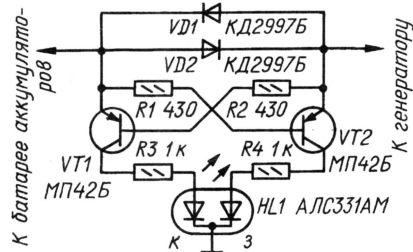

Рис. 1
Автомобили, оборудованные вольтметром, легко дополнить простым устройством, позволяющим индицировать направление тока на участке между генератором и аккумуляторной батареей. Принципиальная схема индикатора показана на рис. 1. Устройство состоит из датчика направления тока (диоды VD1, VD2), транзисторных переключателей (VT1, VT2) и светодиодного индикатора HL1. Цепь диодов VD1, VD2 включена в разрыв провода, соединяющего вывод "+" (30) генератора с плюсовым выводом батареи (или генератора и стартера в некоторых моделях автомобилей).